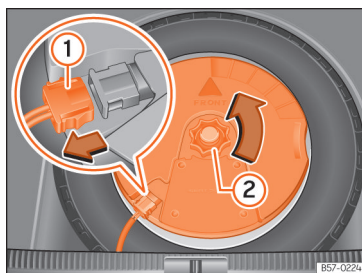

Abb. 249 Im Gepäckraum: Subwoofer ausbauen.
- Ziehen Sie das Subwoofer-Lautsprecherkabel heraus » (Abb. 249) ①.
- Drehen Sie das Befestigungshandrad entgegen dem Uhrzeigersinn heraus » (Abb. 249) ②.